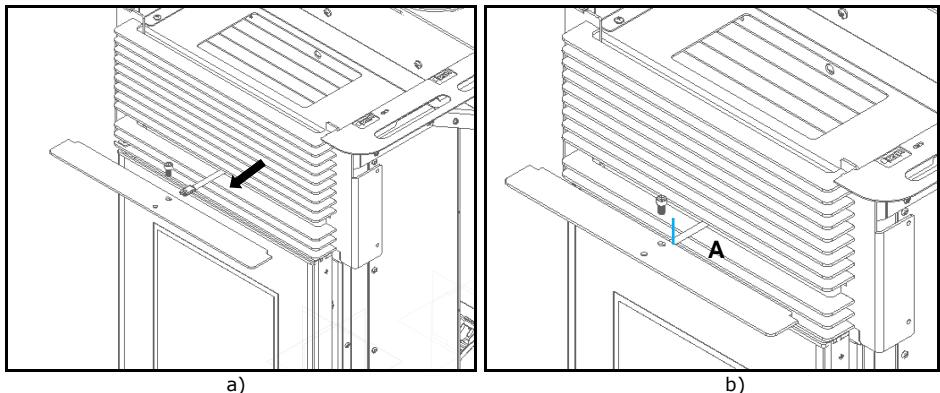

Figura 92 – Aperto da pala do registo
b) De seguida puxar o varão do registo para a frente (Figura 92-a), coincidir o furo do varão e com o furo da pala e uni-los com um parafuso A (DIN 7991 M6x10).